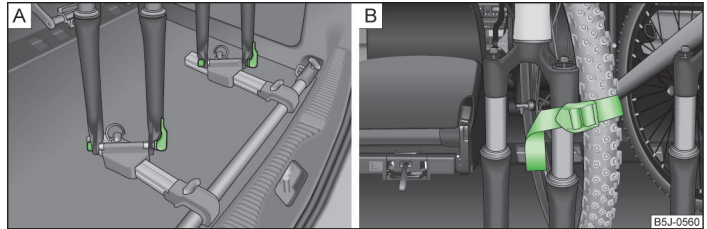

Abb. 55 Fahrrad einsetzen / Befestigungsbeispiel des Vorderrads
- › Die Fahrradgabel auf die Befestigungsachse aufsetzen und mit dem Schnellspanner festziehen » Abb. 55 - **A**.
- › Das abgebaute Vorderrad am besten zwischen der Kurbel des linken Pedals und dem Fahrradrahmen verstauen und mit einem Gurt an der Vordergabel » Abb. 55 - **B** bzw. an einem der Befestigungselemente befestigen.